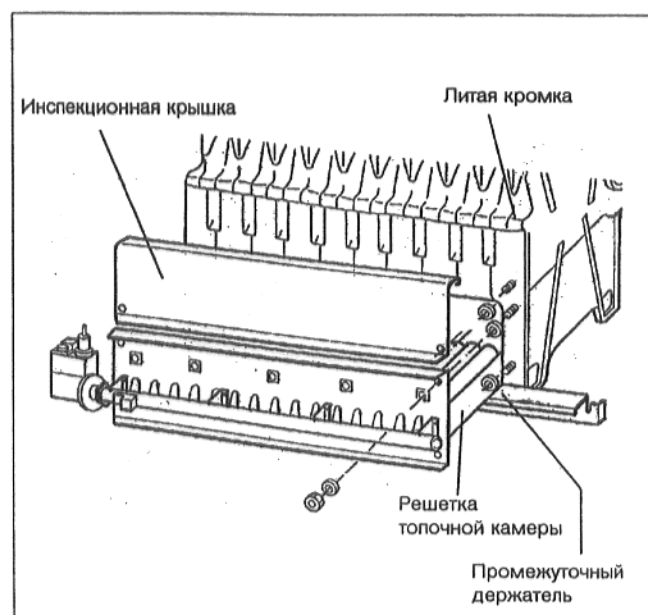

Рис. 22
- Вставить газовую горелку в топочную камеру. Подключение для арматуры должно находиться на задней стороне котла (рис. 22).
- Подключить соединительные линии без натяжения к газовому штуцеру (до 225 кВт: Rp 3/4, свыше 250 кВт: Rp 1 1/4 на котле; рис. 22/23).